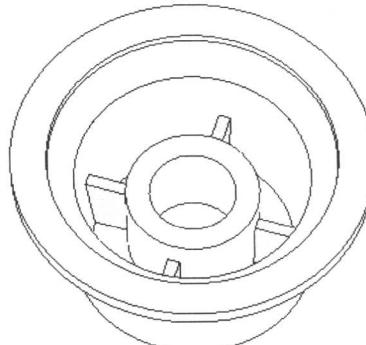

图2-11
5. 在【实例】对话框中单击【点和方向】按钮，弹出【实例】对话框，然后单击两次【确定】按钮，最后依次单击【点和方向】和【是】按钮创建环形阵列特征，结果如图2-11所示。